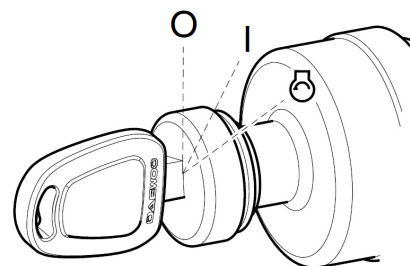

Рис. 27
5. Выключить двигатель поворотом ключа стартера в положение "O" (OFF) (рис. 27).